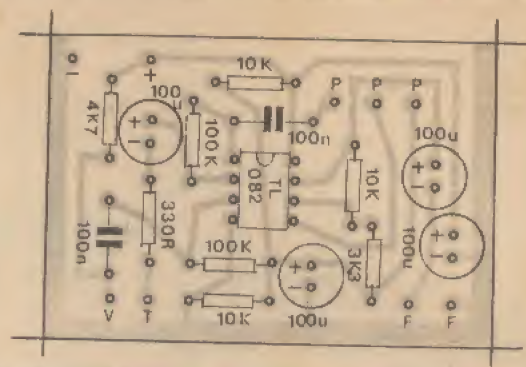

Fig. 3
- FIG. 3 - CHAPEADO DA MONTAGEM - Placa vista pela face *não cobreada*, todos os principais componentes devidamente posicionados... O *chapeado* - como sabem os leitores/hobbystas juramentados, é o verdadeiro **gabarito** visual da montagem, que serve como prático **guia** para o realizador, evitando erros, inversões, etc. Lembrar que o integrado e os capacitores eletrolíticos têm posição única e certa (não podem ser ligados à placa/circuito *invertidos*...) devido às suas condições de **polarizados**... Observar, então, que o TL082 fica com sua extremidade marcada voltada para o capacitor de 100n próximo, enquanto que todos os eletrolíticos devem ter seus terminais **positivos** orientados *para cima*, virados para a borda da plaquinha onde se situam as ilhas periféricas **P-P-P**... Cuidado para não trocar de lugar qualquer dos resistores... Para tanto, basta **ler** corretamente seus valores, através do respectivo código de cores (quem *esqueceu* ou ainda *não decorou*, deve recorrer ao **inesfável TABELÃO APE**...). Verificar tudo ao final, obtendo também a certeza de que todas as conexões soldadas (pelo outro lado da placa...) encontram-se em boas condições, só então **amputando** as sobras de terminais e *pernas* de componentes...